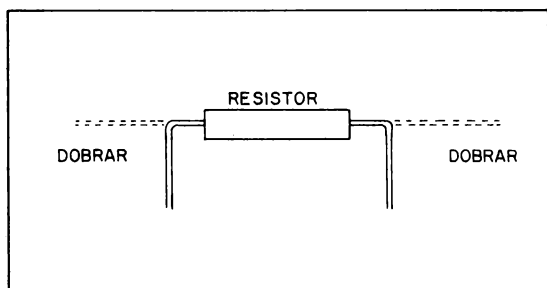

FIGURA 2
- (*) 4 - Apanhe o resistor de 100 ohms (marrom-preto-marrom), dobre seus fios (veja a figura 2) e introduza-os nos orifícios próximos às molas 1 e 2. A seguir, vire a base de montagem (com a parte inferior para cima)